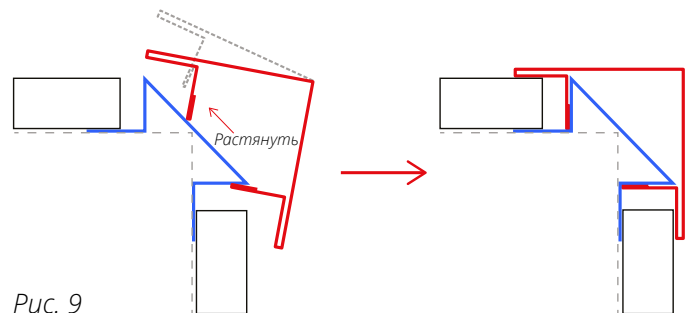

Рис. 9
- Заведите один край верхней планки за один из отгибов нижней по всей длине. Затем, начиная сверху, отгибайте крайнюю полку верхней планки, направляя ее в посадочное место. Постепенно верхняя планка защелкнется на нижней (рис. 9).